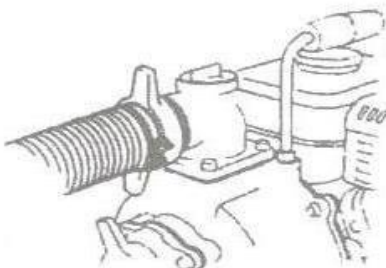

Fig. 29
b) Comprobar que la abrazadera del tubo esté sellada (fig. 29)